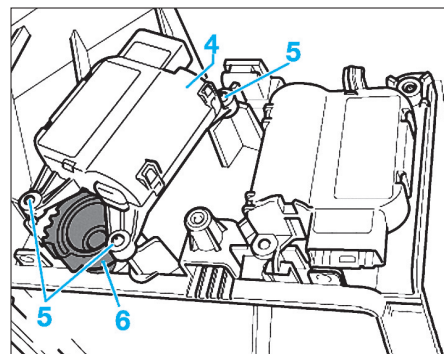

Fig. 37
- Déposer le servomoteur (4) (Fig.37).
La connexion entre les pignons du servomoteur et du volet de pression dynamique est conçue de telle sorte que le servomoteur ne peut être déposé sans problème que lorsqu'il est en position de "mode de fonctionnement sur air frais". Si le servomoteur est arrêté dans une autre position et ne tourne plus, il n'est plus possible de le retirer simplement. Il faut tout d'abord forcer pour le désolidariser des points de fixation (5). Veiller alors à ne pas endommager le pignon (6) (Fig.37).